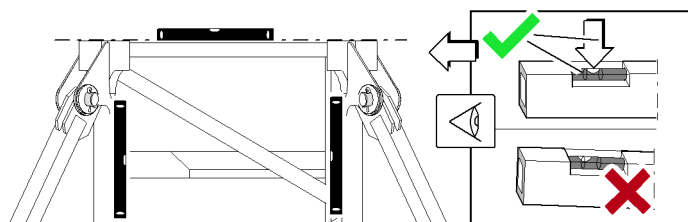

Fig. 174: Senkrechte Stellung und waagerechte Lage prüfen
- ▶ Senkrechte Stellung und waagerechte Lage der Oberfläche prüfen (siehe: Fig. 174, Seite 214).